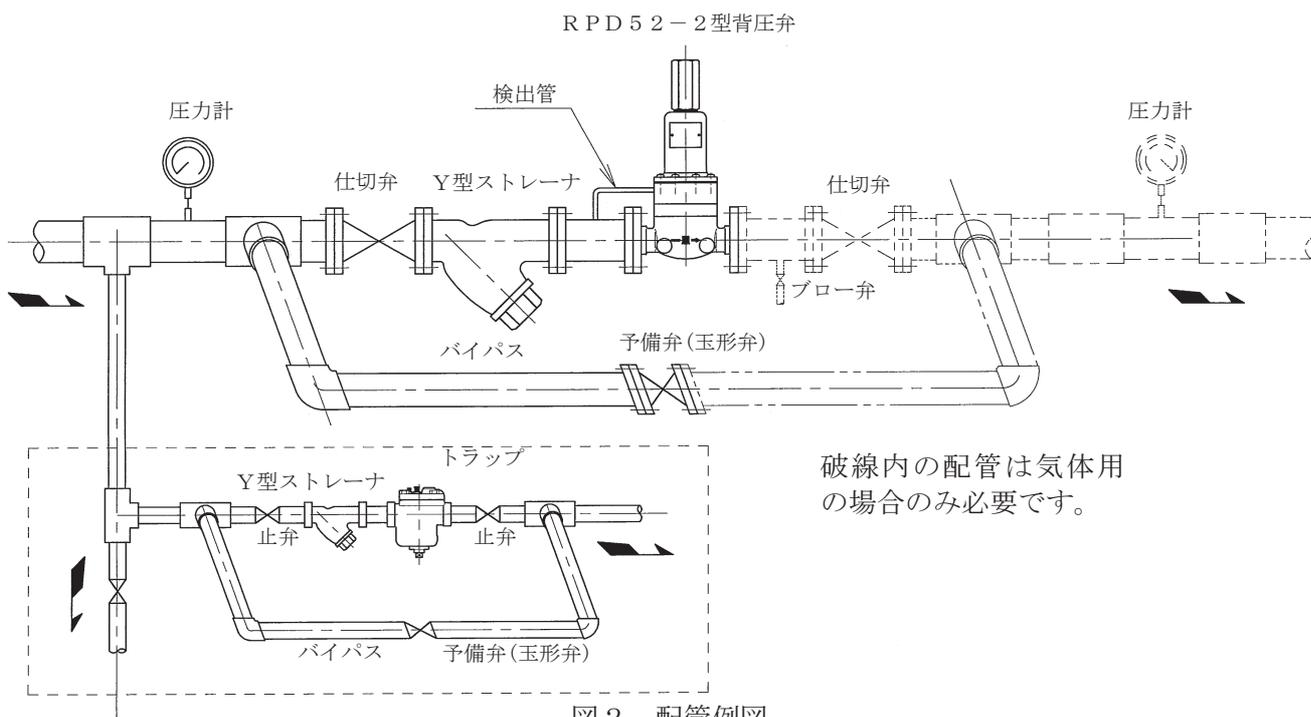

図2 配管例図
- 2.4 配管に際しては図2の配管例図に示すように必ずY型ストレーナ及び予備弁(玉形弁)を備え、更に前後弁(仕切弁)と圧力計を取り付けるよう御計画ください。
なお、流体が空気などの気体の場合で出口側が大気開放の際は図2の配管例図において二点鎖線の部分は必要ありません。